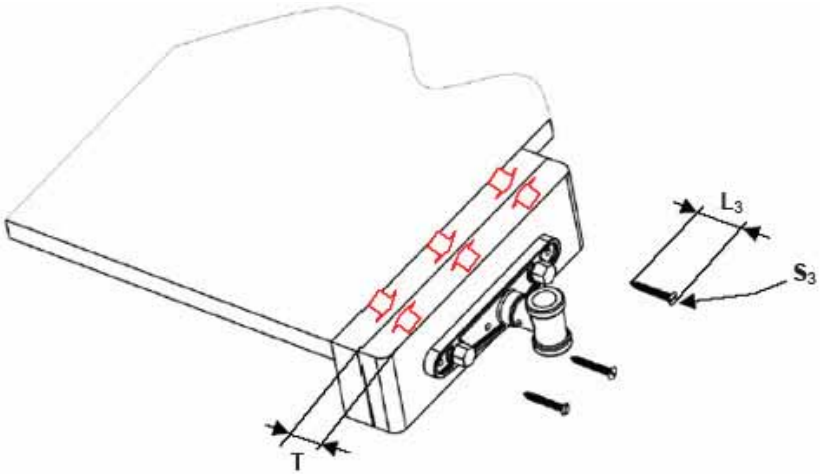

Figure 7
c) Ensuite, fixez la mâchoire avant à la plaque avant (2) avec les tiges-guides (6), et insérez le tout dans le corps (1) déjà posé sous le plateau d'établi. Bloquez la traverse (8) par la bague de retenue (9) : les mâchoires peuvent ensuite être serrées. Le bord supérieur de la mâchoire avant doit être parallèle au bord supérieur de la mâchoire arrière, ou de la ceinture. Si tout semble adéquat, serrez les vis S_2 sur le corps (1), puis fixez la plaque avant (2) à la mâchoire avant à l'aide des vis S_3 – voir la **figure 7**.